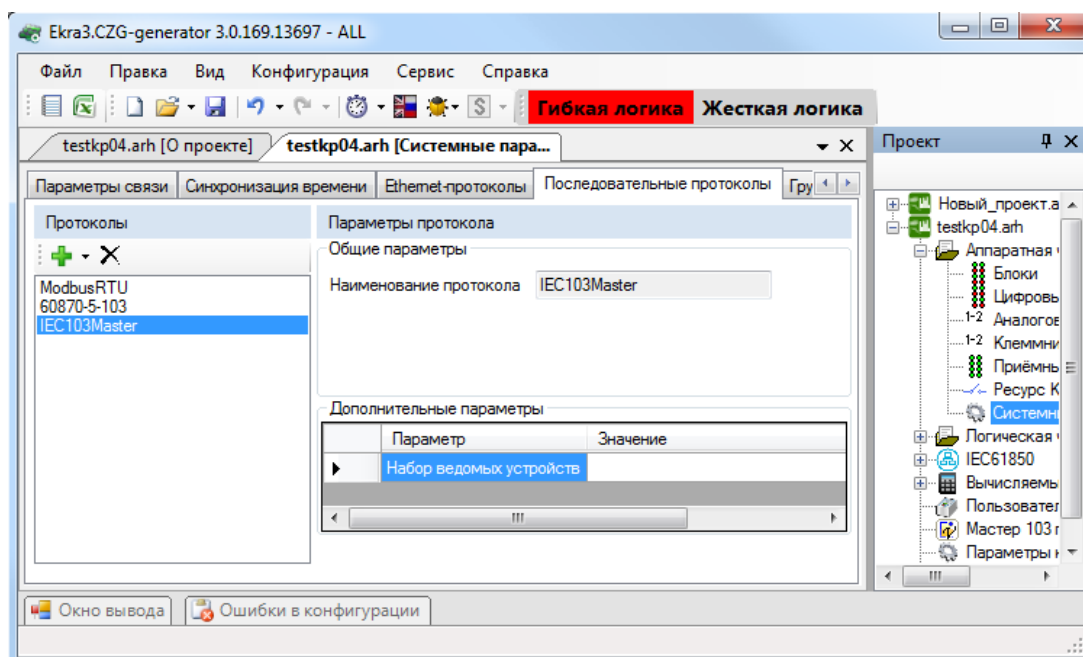

Рисунок 3.61
3.4.7.4.3 Дополнительные параметры протокола IEC 103Master (см. рисунок 3.61)